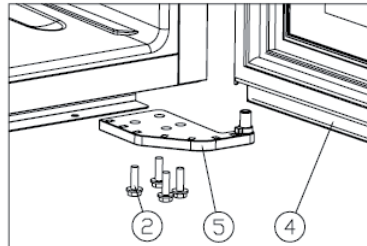

Abbildung 2
3. Lösen Sie die M5 x 16-Schrauben **(2)** und nehmen Sie das rechte untere Türscharnier **(5)** heraus (siehe Abbildung 2).